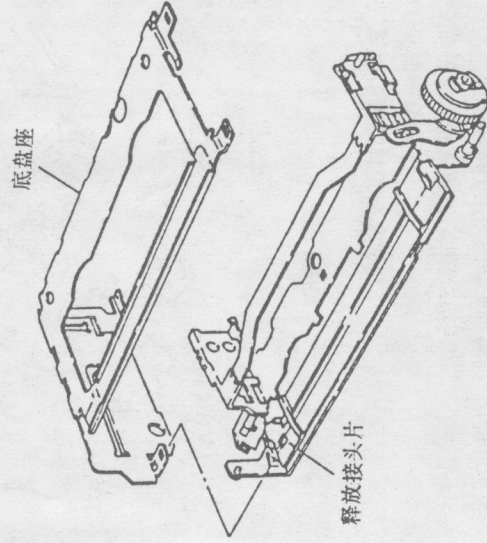

图54
步骤: ①释放1个固定前板座的接头片,如图54所示;
②顺势轻轻取出底座。